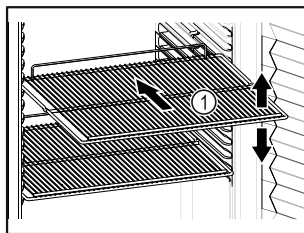

Fig. 64 Beispielhafte Darstellung
- Wenn Abstellroste Fig. 64 (1) versetzbar sind, je nach Höhe anpassen.